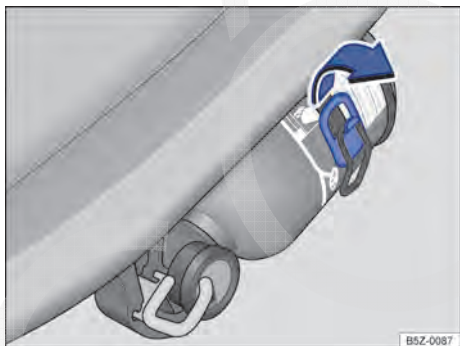

Fig. 150 No banco do passageiro dianteiro: extintor de incêndio.
- Soltar a abraçadeira de fixação, puxando-a para cima ⇒ Fig. 150 no sentido da seta.